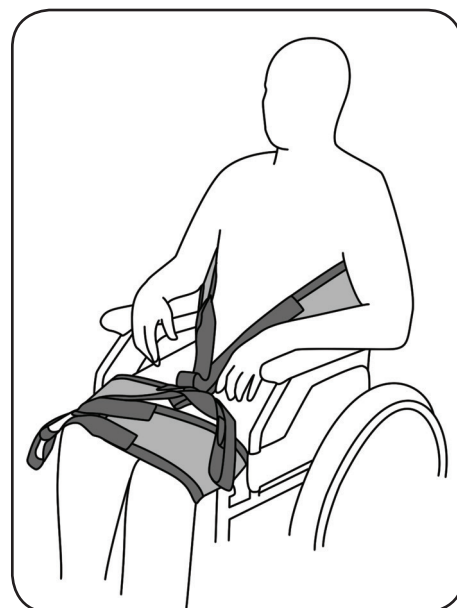

Abb. 8.3.04 – Liftergurt zwischen Patient und Sitzfläche positioniert
4. Schieben Sie den Liftergurt mit der Gurtoberkante bis auf Höhe des Achselbereichs (Abb. 8.3.04). Achten Sie dabei darauf, dass die Seite mit der Antirutschschicht zum Patientenkörper zeigt.
6. Führen Sie den Beingurt unter die Beine des Patienten hindurch, bis der Gurt mittig sitzt und lassen Sie die Endschlaufen umschlungen um die Beine liegen. (Abb. 8.3.04)